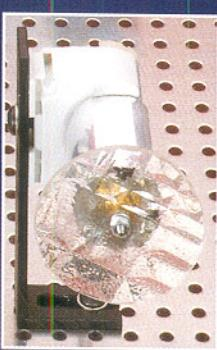
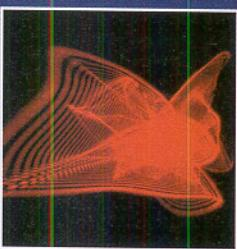

Bild 11: Getriebemotor zur Aufnahme von Gittereffekten oder Kathedralglasfolien (Schlierenmuster)
Bild 12: Interferenzmuster zur Erzeugung von Schlierenmustern
• Gittereffekte zur Erzeugung von Linien- und Kreuz-Raumeffekten (Bild 9). Die Effekte können wahlweise in einen Effekthalter (Bild 10) eingebaut oder an einen langsam drehenden Motor angebaut werden (Bild 11).
- Interferenzmuster zur Erzeugung von Schlierenmuster (Bild 12). Bewegung durch Getriebemotor (Bild 11).